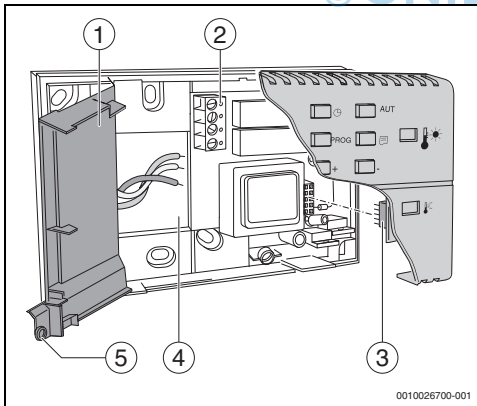

Bild 12 Kabelabdeckung des Raumreglers
Sachschaden durch Abbrechen der Stifte in der Stiftleiste (→ Bild 12, [3])!
- ▶ Kabel durch die Öffnung (→ Bild 12, [4]) des Wandhalters führen.
- ▶ Mit einem Schraubendreher die Schrauben der Schraubklemmen (→ Bild 12, [2]) lösen, die Kabel einführen und mit den Schrauben sichern.